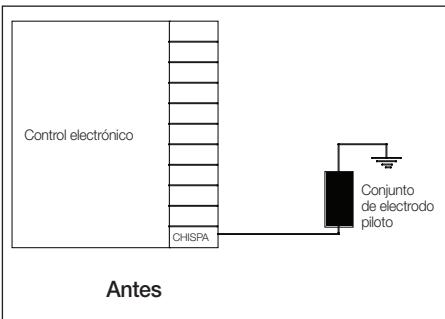

Figura 11
2. Retirar el cable del terminal del control electrónico "SPARK" (chispa) que va hacia el conjunto de electrodo piloto desde el control electrónico como se indica en la **Figura 11**.